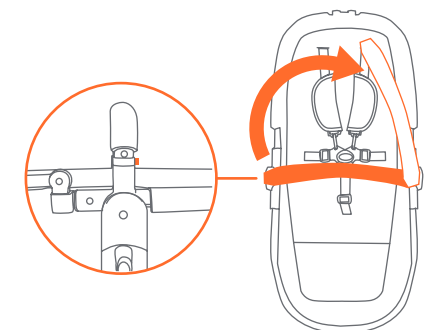

Fig. 8b
- Pour retirer la barre de pare-chocs, appuyez sur le bouton de verrouillage situé à la base de la barre et tirez sur la barre pour la sortir du dispositif d'ancrage. Faites basculer la barre vers le haut pour accéder au siège (Fig. 8b).